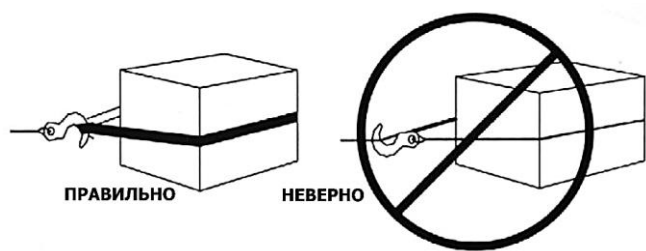

Рисунок 12.
**Внимание:** Используйте корозащитную стропу к точке крепления. Не прикрепляйте крюк обратно к тросу. Это может стать причиной разрыва троса (рисунок 12).